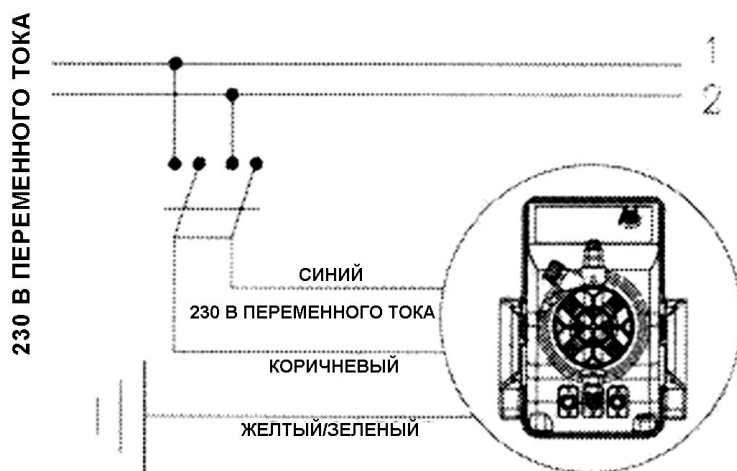
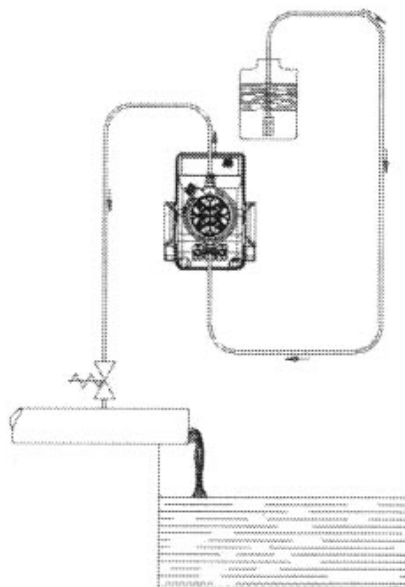

Рис. 4
Рис. 6
1. **Отсоедините вилку сетевого шнура от электрической розетки или отсоедините насос от линии питания с помощью двухполюсного выключателя, расстояние между разомкнутыми контактами в котором составляет не менее 3 мм (рис. 4).**
1. Отсоедините вилку сетевого шнура от электрической розетки или отсоедините насос от линии питания с помощью двухполюсного выключателя, расстояние между разомкнутыми контактами в котором составляет не менее 3 мм (рис. 4)
в. - Расположите насос, как показано на рис. 4. Помните о том, что насос может располагаться как выше, так и ниже уровня жидкости в резервуаре с дозируемой жидкостью, но при этом разность уровней жидкости в насосе и в резервуаре не должна превышать 2 м. Если установка обработки воды, в которой используется насос, работает при атмосферном давлении (нет противодействия), и бак с химическим реактивом находится выше уровня установки (рис. 6), то необходимо регулярно проверять состояние инжекционного клапана, так как в этом случае износ инжекционного клапана может привести к перетеканию химического реактива в воду даже при выключенном насосе. Если возникнет такая проблема, установите между инжекционным клапаном и точкой ввода химического реактива правильно отрегулированный запорный клапан (С). Если жидкие химические реактивы выделяют едкие пары, то не устанавливайте насос выше уровня бака с химическим реактивом, если этот бак не является полностью герметичным.